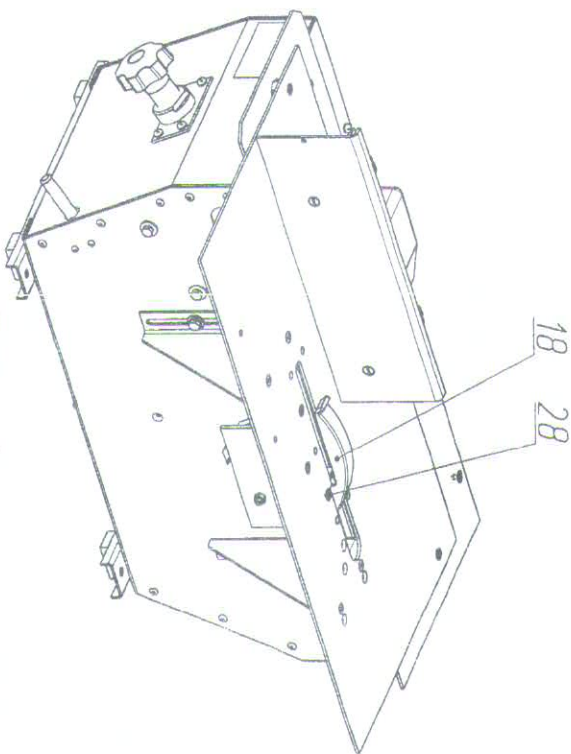

Рисунок 6
Фрезерование пазов (Рисунок 6)
– при помощи винтов **28** закрепите на плите **8** приспособление защитное **18** (**Рисунок 6**);